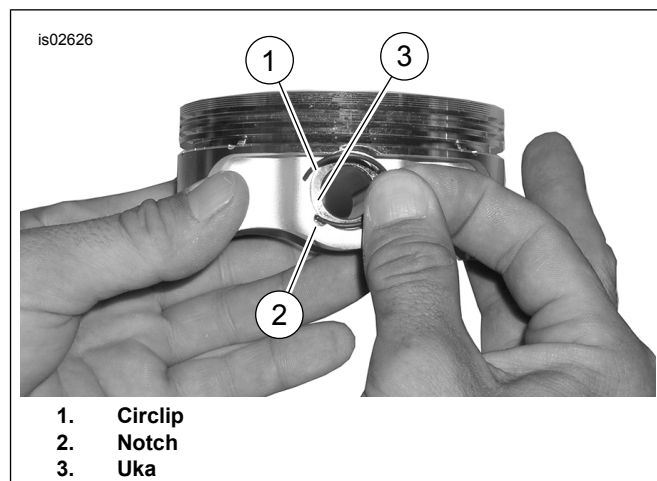

Figure 3. Circlip at Piston
- Tingnan ang Figure 3 . Ipasok ang bukas na dulo ng circlip (1) sa bingaw (2) sa uka (3) sa paligid ng boss ng piston pin upang ang puwang ay nasa 12:00 o 6:00 na posisyon kapag na-install.